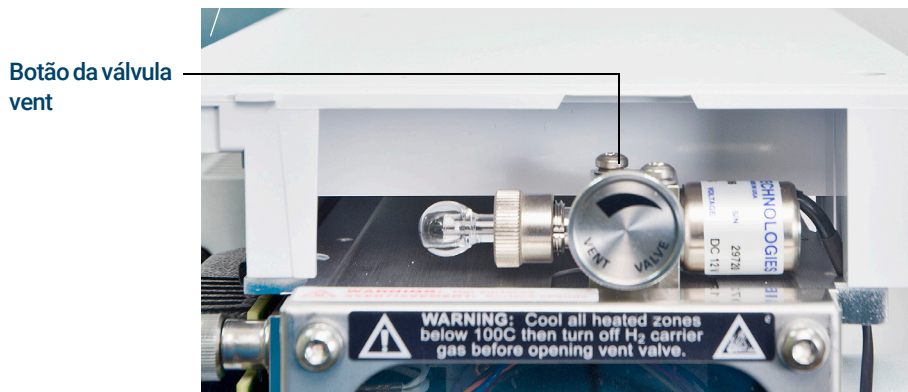

Figura 38 Botão da válvula vent
- 3 Verifique se a válvula vent está aberta girando no sentido horário até estar fechada. (Consulte **Figura 38** na página 123.)
- 4 Abra a válvula vent girando no sentido anti-horário, em 45 graus. (Consulte **Figura 38**.)
- 8 Feche a válvula vent quanto fizer um som sibilante. (Consulte **Figura 38**.)